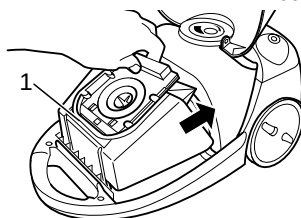

Abb. 19
2. Ziehen Sie den Staubbeutelhalter (Abb. 19/1) nach oben heraus.